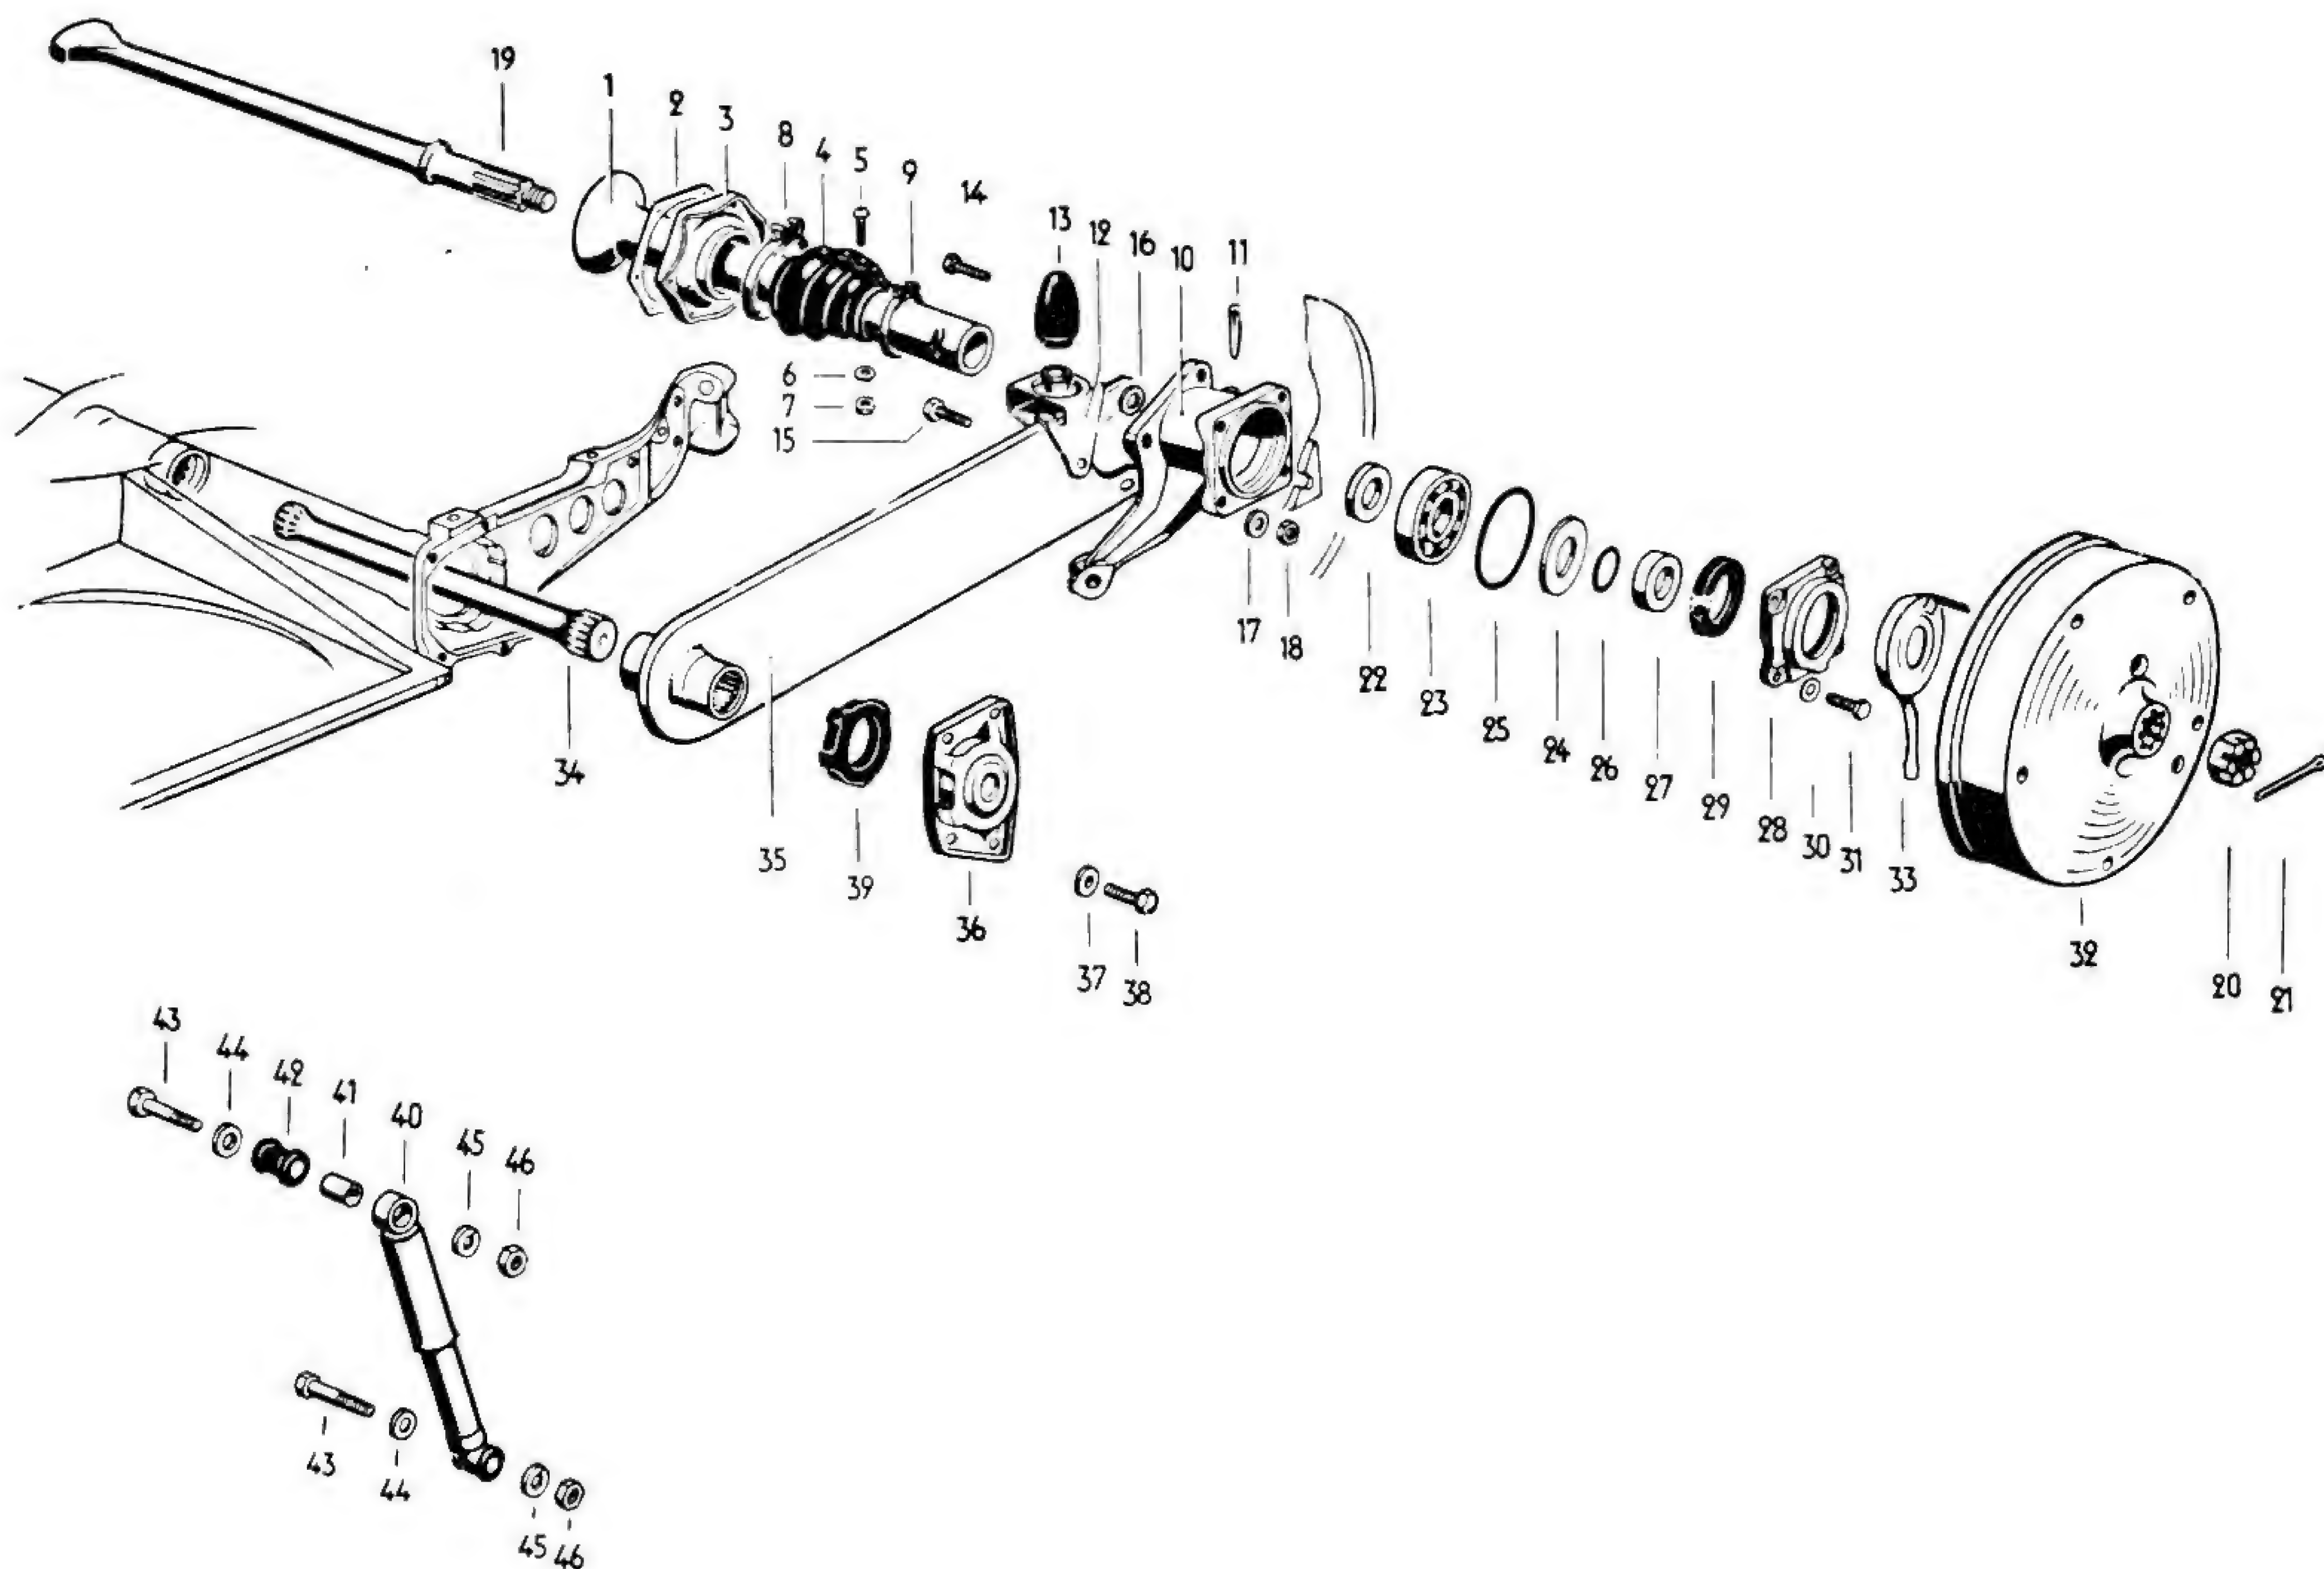

Fig. 1-M — Suspensão traseira do sedan e do Karmann Ghia
A suspensão é do tipo de barras de torção, uma para cada roda, do tipo tubular, fixas por ranhuras a estrutura central do chassi e as placas da suspensão, como se vê detalhadamente na fig. 1-M que mostra a suspensão desmontada por completo. A placa (35) suporta em uma extremidade a carcaça do rolamento da roda (10, fig. 1-M) e na outra fixa-se a barra de torção (34). Nos utilitários, que possuem uma caixa de redução nas rodas traseiras, a placa da suspensão (“facção”) se prende a carcaça da caixa de redução.
3 — Com uma talhadeira (bedame) marcar a posição do braço da suspensão em relação ao flange de apoio da semi-árvore (10 fig. 1-M).
6 — Retirar os parafusos da tampa do mancal do braço da suspensão (4, fig. 1-M) e retirar a tampa (38, 39).